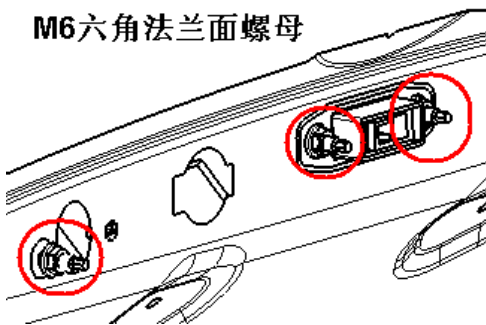

图 1-16-1
1、打开行李箱盖, 从行李箱盖内侧用 M10 的套筒或其它工具拆卸 3 个六角法兰面螺母 (下图 1-16-1 所示位置), 其中中间两个与行李箱锁 I 共用, 另外 1 个与行李箱锁 II 共用。